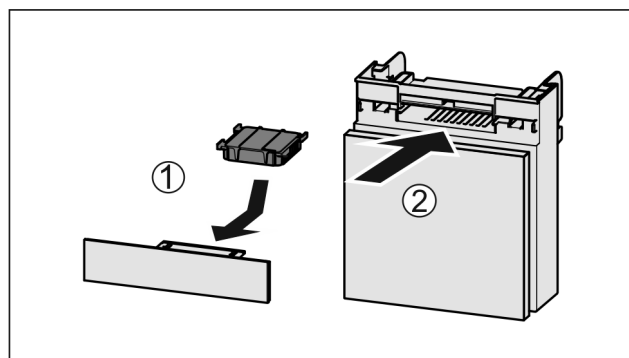

Fig. 128
- Umetnite filtarski s aktivnim ugljenom kao što je prikazano na slici Fig. 128 (1).
- Umetnite pretinac Fig. 128 (2).